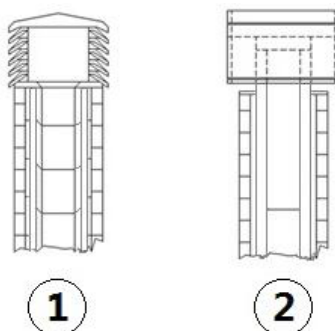

Fig. 4 - Comignoli antivento
- Si consiglia un comignolo di tipo antivento, vedi **Fig. 4 a pag. 6**.
- Canna fumaria esterna realizzata esclusivamente con tubi inox isolati cioè con doppia parete minimo  $\varnothing 150$  mm: il tutto ben ancorato al muro. Con comignolo antivento (vedi Fig. 4 a pag. 6).